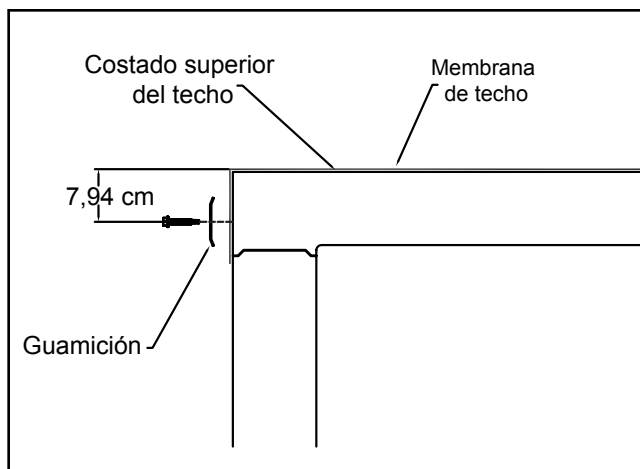

Figura 5
6. Agregue la guarnición y la cubierta de la puerta usando los tornillos provistos de cabeza hexagonal para lámina de metal. Todas las piezas deben ser sujetadas hacia abajo en 3-1/8 pulgadas (7,94 cm) desde la parte superior del techo como lo muestra la figura 5. Asegúrese que la guarnición y el material de membrana de techo cubran el ensamblado entre los paneles del techo y la pared. Nota: La guarnición debe ser cortada para encajar bien.